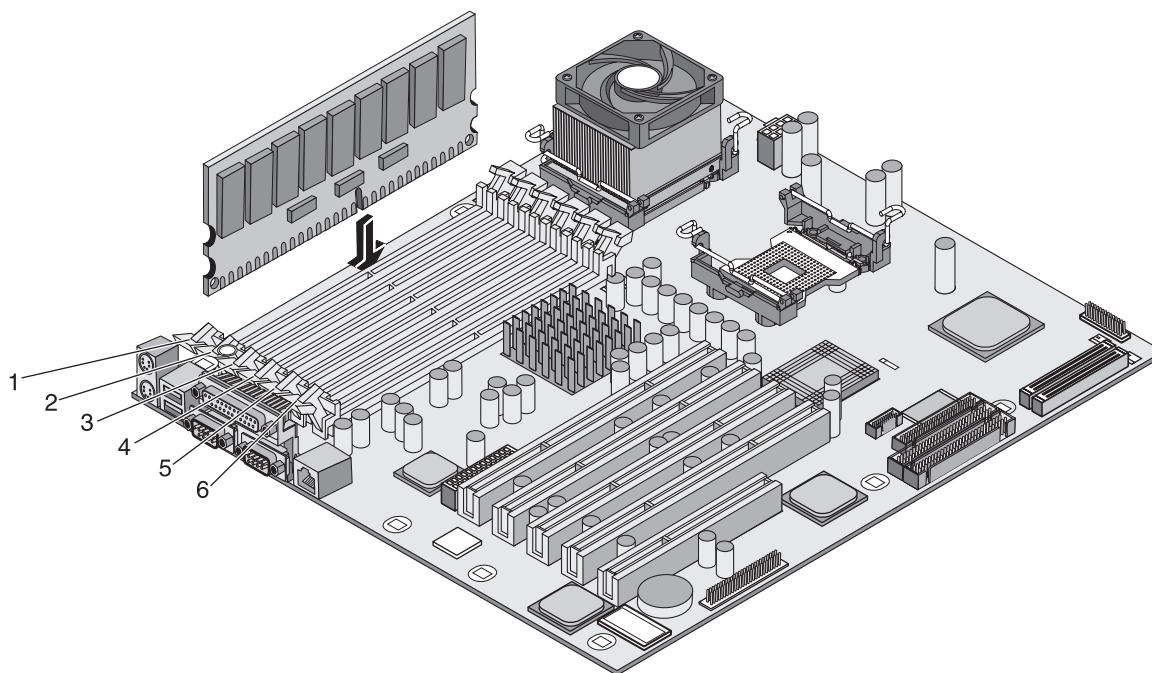

Figura 2-13: Introducción del módulo DIMM
8. Sujete el módulo DIMM a 90 grados de la placa del sistema y presiónelo de manera firme y uniforme en el interior de la ranura hasta que el retén se cierre. Consulte la figura 2-13.